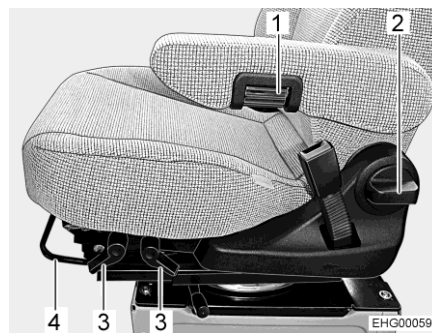

Fig. 20 Ajuste del asiento (Aguti GIS-Liner)
- Tirar el estribo (Fig. 20,4) hacia arriba.
- Tirar la palanca correspondiente (Fig. 20,3) hacia arriba.
- Girar el pomo (Fig. 20,2).
- Para el ajuste fino, girar la rueda moleteada (Fig. 20,1). Según la dirección de giro, el reposabrazos se inclinará hacia arriba o abajo.